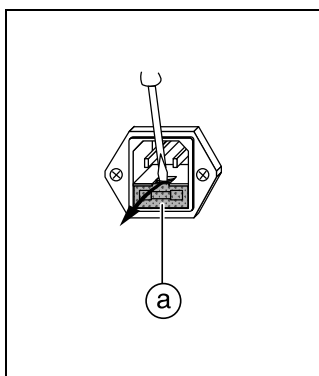

Fig. 3.1
Enlever la cartouche-fusible ① avec le support pour fusible primaire ② et fusible de réserve ③ (fig. 3.1).
Extraer palanqueando la pieza ① con portafusible para fusible primario ② y de reserva ③ (Fig. 3.1).